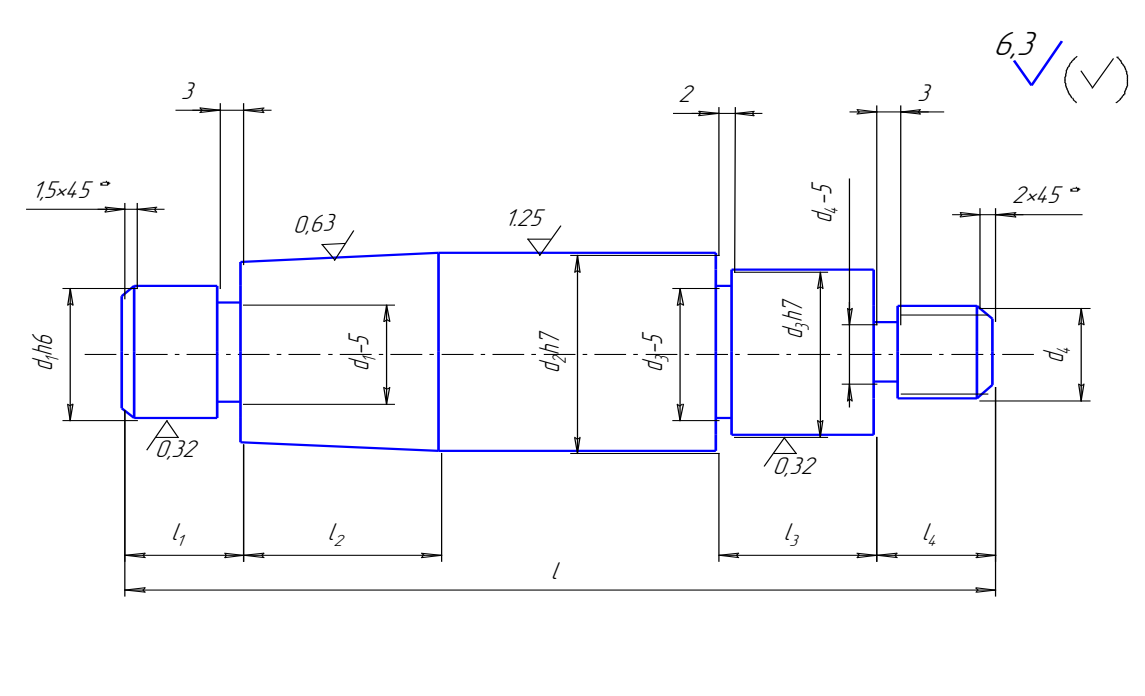

Рис. 1. Типовая деталь.
2. Ступенчатый вал (рис. 1) подвергается черновой токарной обработке в условиях мелкосерийного производства. В качестве заготовки принимается горячекатаный прокат круглого сечения нормальной точности. Исходная заготовка – штучная диаметром d_0 , массой m_0 . Токарной обработке предшествовала обработка торцов с выдерживанием размера L и зацентровка их с двух сторон. Материал детали – согласно таблице 1. Варианты приведены в табл. 1 для обозначений по рис. 1. Допуски на обрабатываемые размеры по h12. Требуется спроектировать токарно-винторезную операцию на указанную обработку?